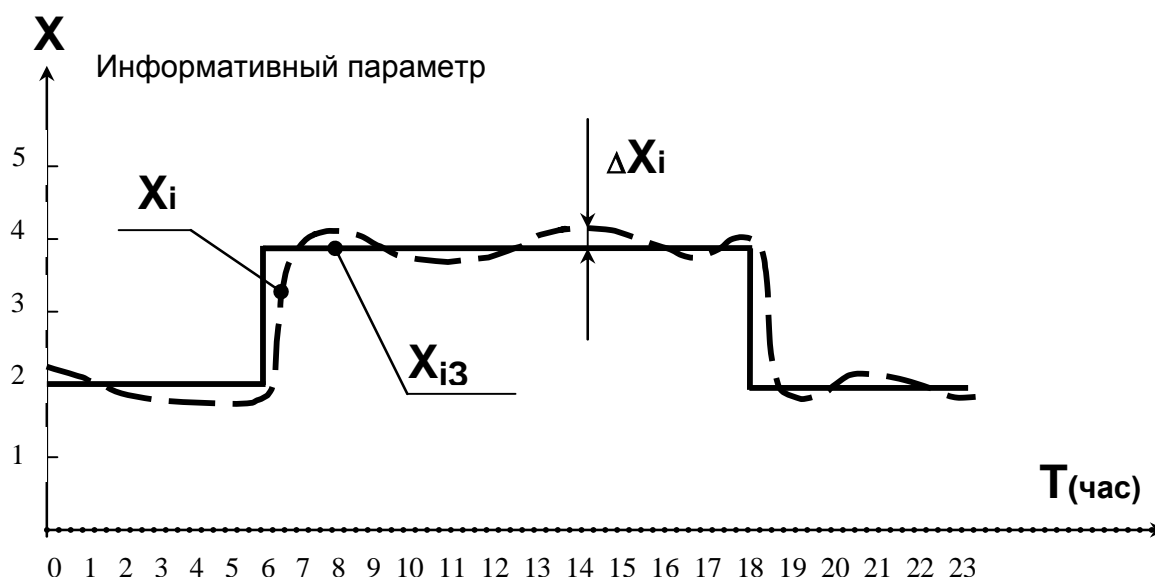

Рис. 5.5
5.7.3. На основе анализа величины ΔX_i , равной разности реально измеренных значений X_i и заданных значений $X_{из}$, формируется значение выходного сигнала Y_i управляющего регулирующим клапаном. Регулирующий клапан оказывает на объект регулирования воздействие $Z(Y_i)$ таким образом, чтобы свести величину ΔX_i к нулю (см. график на Рис. 5.5.)